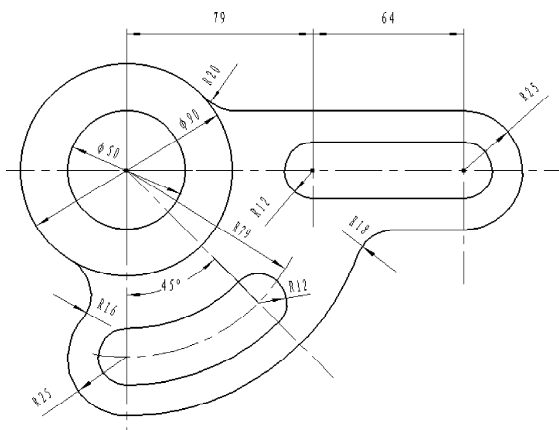

图 1-20 圆弧连接
5. 将图 1-20 按 1:1 的比例抄画在 A4 图纸上。